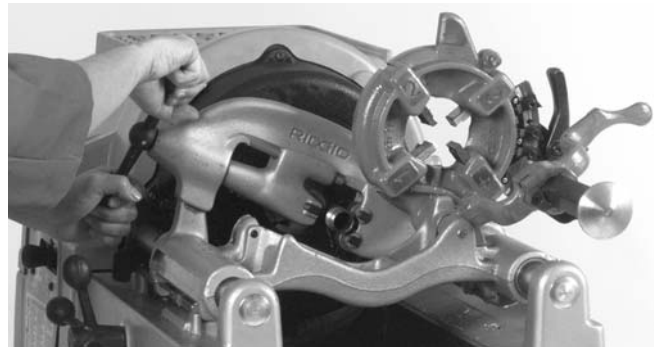

Figura 5 – Corte de un tubo con la Cortadora No. 820
3. Apriete el mango del tornillo de alimentación de la cortadora sobre el tubo manteniendo la rueda alineada con el tubo. (Figura 5)